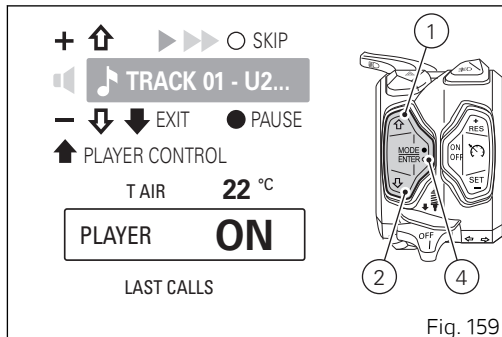

Fig. 159
Pour l'activer, appuyer sur le bouton (4). Le tableau de bord affiche l'indication « PLAYER ON » et présente le menu Player au-dessus du Menu (Fig. 159).
Lorsque le Player est activé et n'est pas à l'intérieur du contrôle du Player (Fig. 159), le bouton (1), le bouton (2) et le bouton (4) peuvent être utilisés seulement pour gérer le Player :
- Volume up : Pression simple sur le bouton (1).
- Volume down : Pression simple sur le bouton (2).
- Pause / Play : Pression prolongée pendant 2 secondes sur le bouton (4).
- Passage au morceau suivant : Pression simple sur le bouton (4) ; à chaque pression correspond un passage au morceau suivant.